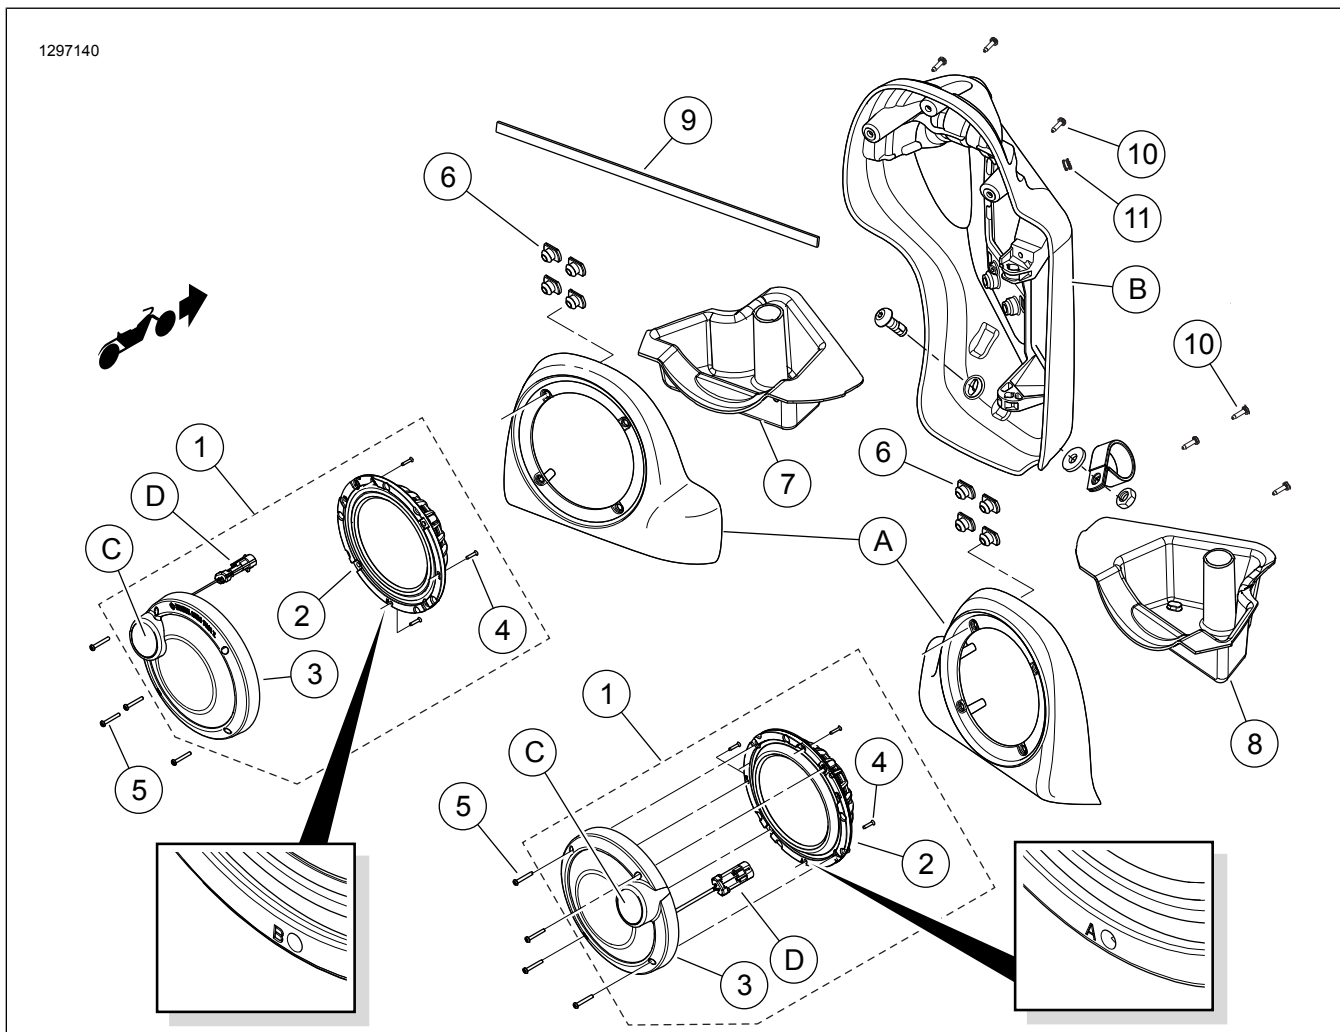

Figura 12. Peças de reposição, Kit do altifalante da carenagem inferior Boom! Audio Stage II
18. Ver Figura 12 . Separe o ilhó aberto (11). Instale ilhó em volta da perna do chicote. Instale no orifício perfurado na carenagem.
22. Ver Figura 12 . Ligue os conectores dos cabos do altifalante no interior da respetiva caixa aos terminais tipo garra na parte traseira do **novo** woofer. Os contactos tipo garra de diferentes tamanhos previnem uma montagem inapropriada.
23. Ligue os conectores de áudio bidirecionais do chicote do amplificador ao conector dos altifalantes mid-range e tweeter (D).
24. Gire o conjunto do altifalante (1) para que o tweeter (C) esteja 45 graus para fora da parte superior.
25. Instale o conjunto do altifalante na respetiva caixa com os quatro parafusos (5) do kit.